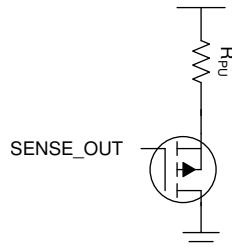

図 7-7. PG ピンを他のレールにプルアップするための追加コンポーネント
パワーグッド (PG) ピンは内部で出力レールにプルアップされているため、標準的なオープンドレイン PG 出力のように外部電圧にプルアップすることはできません。この信号を別のロジックレベルにプルアップする必要がある場合、PMOS トランジスタとプルアップ抵抗を使用して外部回路を実装できます。図 7-7 に示す回路を実装すると、出力を任意のロジックレールにプルアップできます。PMOS トランジスタを使用する場合は、出力 Low 電圧を決定するため、スレッショルド電圧の低いトランジスタを必ず選択してください。NMOS トランジスタを使用して同様の動作を行うこともできますが、NMOS トランジスタの場合はロジックが反転します。この実装では、外部プルアップレールを使用することも可能です。